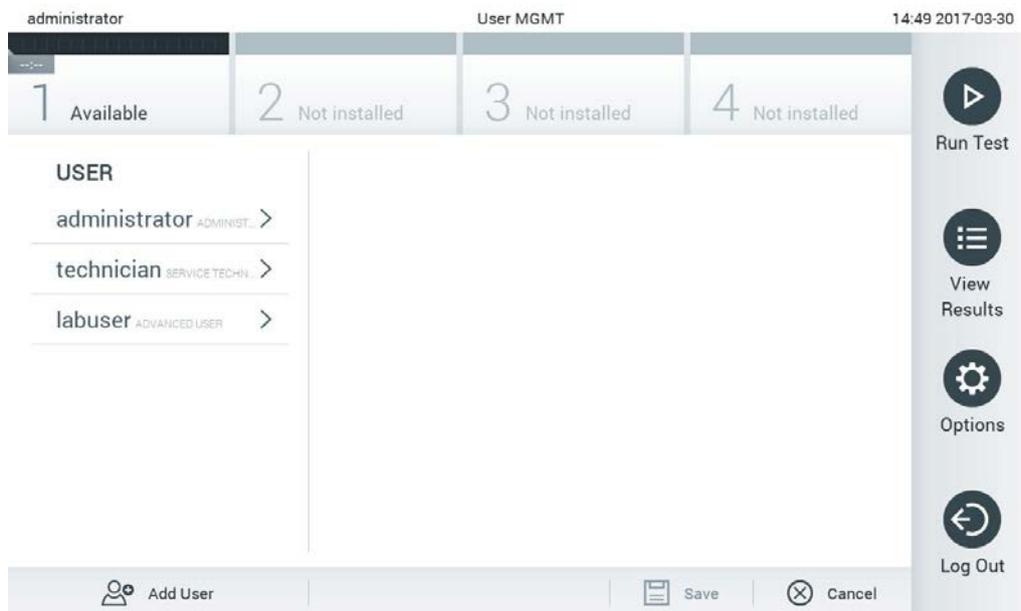

Figura 52. Pantalla User management (Administración de usuarios).
1. Pulse el botón Options (Opciones) y, a continuación, el botón User Management (Administración de usuarios) para configurar los usuarios. Aparecerá la pantalla User Management (Administración de usuarios) en la zona de contenido de la pantalla (figura 52).